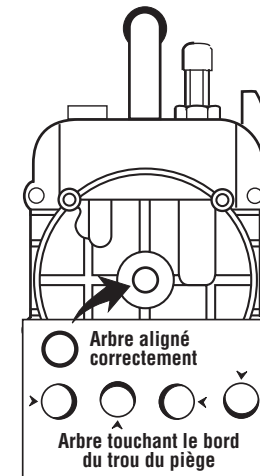

Figure 31
Étape 2 : vérifier l'alignement en faisant tourner l'arbre avec l'accouplement. Si l'arbre est parfaitement mobile, poursuivre l'assemblage. Si l'arbre bloque, desserrer les boulons et tourner l'arbre jusqu'à ce qu'il soit parfaitement mobile. Resserrer ensuite les boulons. L'arbre doit être concentrique au trou de l'arbre lorsqu'il est observé depuis l'arrière (figure 31).